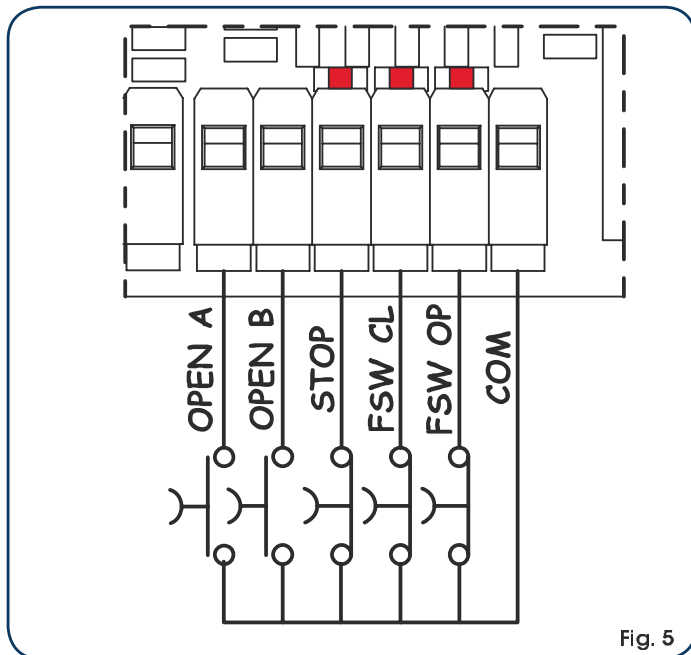

Fig. 5
5.4. BORNIER CN4 (Fig. 5)	page.24